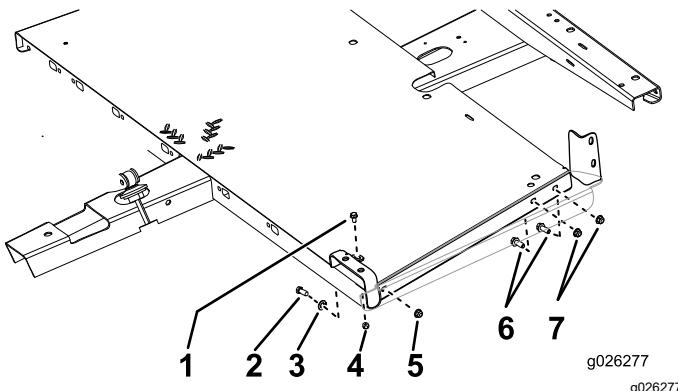

Figura 4
1. Sujete los paneles de suelo al bastidor como se muestra en la Figura 4.